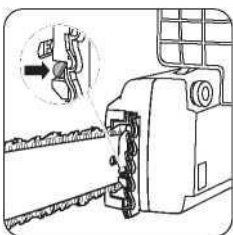

рис. 13
1. Щоб натягнути ланцюг, послабте гайку кріплення шини і поверніть регулювальний гвинт за часовою стрілкою. Щоб зменшити натяг ланцюга, поверніть регулювальний гвинт (рис.13) натягу ланцюга проти часової стрілки. Переконайтеся в тому, що ланцюг розташований по всій периферії шини.